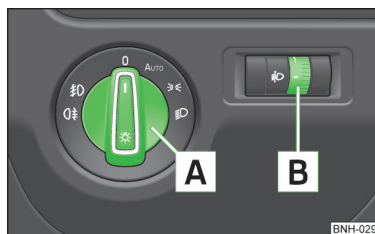

Fig. 36
La autovehiculele cu volanul pe partea dreaptă ordinea aranjării elementelor de comandă diferă parțial față de ordinea prezentată în » **fig. 36 la pagina 56**. Simbolurile care marchează pozițiile elementelor de operare sunt aceleași.
Pozițiile comutatorului de lumini - rotirea comutatorului **A » fig. 36**
- ✓ Comutatorul de lumini se află în poziția 0 sau **AUTO** » fig. 36 la pagina 56.